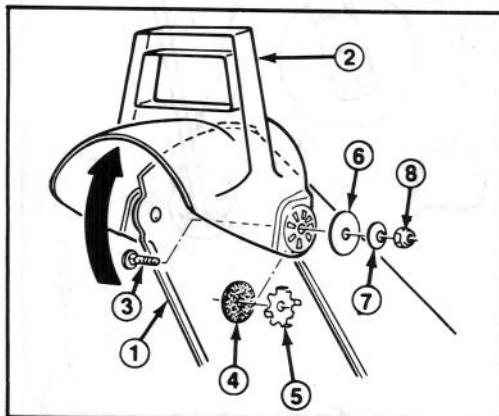

Abbildung 11
2. Die linke Seite des Ablenkbleches am Auswurf mit Schloßschraube, Gummiumunterlage, Spannscheibe, Unterlegscheibe und Kontermutter befestigen. Beachten, daß Gummiumunterlage und Spannscheibe zwischen den Auswurf und das Ablenkblech, und Spannscheibenbenzungen in die Löcher des Ablenkbleches kommen. Siehe Abbildung 11 für Installation in richtiger Reihenfolge.